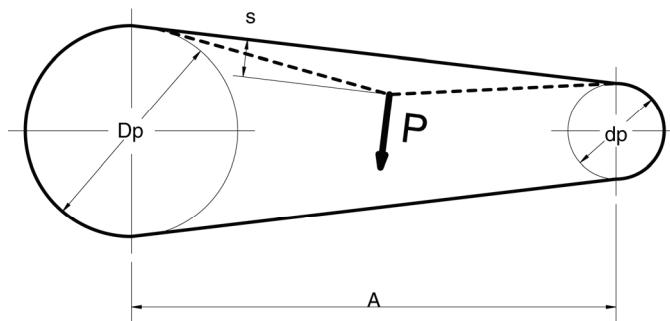

Рис. 27 Прогиб клиновидного ремня
1. Измерить расстояние между осями дисков (размер A рис.27).
2. Измерить силу  $P$ , необходимую, чтобы прогнуть ремень на  $S=16$  мм на каждый погонный метр расстояния между осями, приблизительно посередине расстояния между осями (рис.27).
Новые ремни следует натянуть таким образом, чтобы требуемая сила  $P$  (рис. 27) как можно больше совпадала со значением  $P$ , указанным в таблице 18.